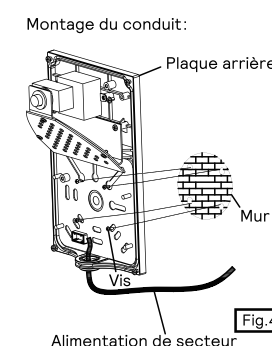

Fig.4
**Montage du conduit :** insérer les fils d'alimentation de secteur dans le conduit fileté 1/2 po sous la plaque arrière et installer la plaque arrière sur le mur (Fig. 4)